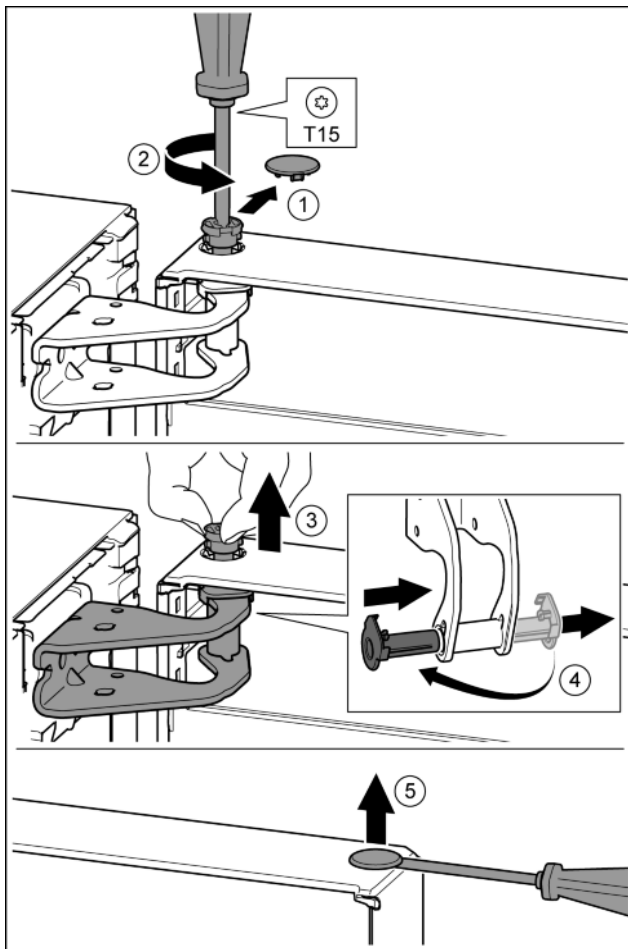

Fig. 11
- ▶ Осторожно снять предохранительную крышку. Fig. 11 (1)
- ▶ Немного выкрутить палец отверткой T15. Fig. 11 (2)
- ▶ Удерживать дверь и вытянуть палец рукой. Fig. 11 (3)
- ▶ Опорную втулку вывести из направляющей. Установить и зафиксировать с другой стороны. Fig. 11 (4)